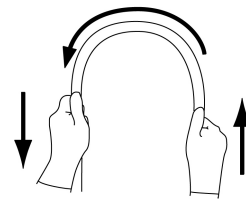

図 2
- 5.挿入部を両手で持ち、全長にわたって図 2 に示すように順次半円